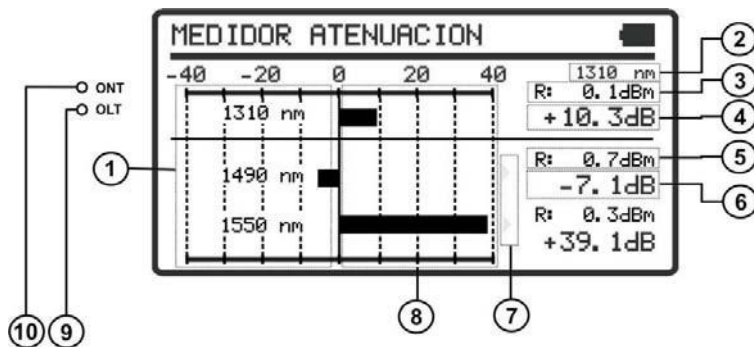

Figura 11.- Función **MEDIDOR ATENUACIÓN**.
- 3.- Pulse **SEL** [4] para entrar en la pantalla (ver figura 11).